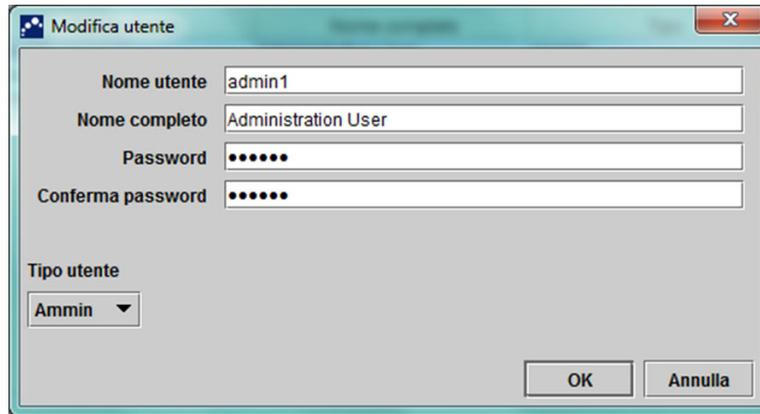

Figura 2-73. Finestra di dialogo Modifica utente
- Fare clic su **Modifica**. Verrà visualizzata la finestra di dialogo **Modifica utente**. Vedere la Figura 2-73.